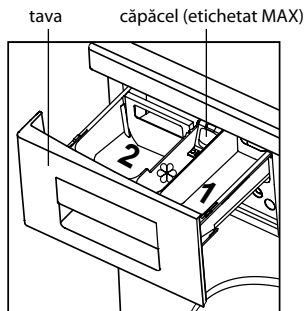
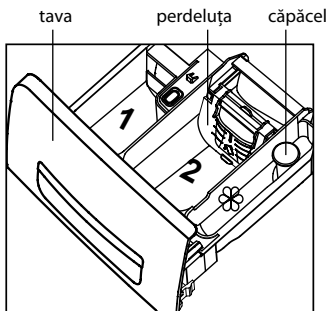
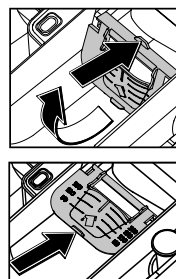

Figura 14
Figura 15
Figura 16
**6.2.6** Înainte de a utiliza detergenti sub formă de pulbere în tava așa cum se arată în Figura 15, trebuie să deschideți declanșatorul așa cum se arată în Figura 16: apăsați pe fila pe ea și transferați-o în poziție orizontală, apoi împingeți pana la capat în direcția indicată de săgeată.
**6.2.7** Când alegeți funcțiile suplimentare , , , se recomandă să utilizați numai detergenți praf, care sunt plasate în împărțiturile 1 și 2, în conformitate cu Figura 14, 15.
În mașina cu o tavă așa cum se arată în Figura 15, înainte de a utiliza detergentul lichid este necesar a transfera declanșatorul în poziție verticală: împingeți-l spre sine pana se oprește și lasați.
**6.2.9** Supradozajul substanților de tratament special în împărțitura  (mai sus de MAX marcat pe capac așa cum se arată în Figura 14 sau eticheta de pe partea laterală a împărțiturii, în conformitate cu Figura 15), precum și intrarea lor în împărțitura vecină reduce calitatea de spălare.